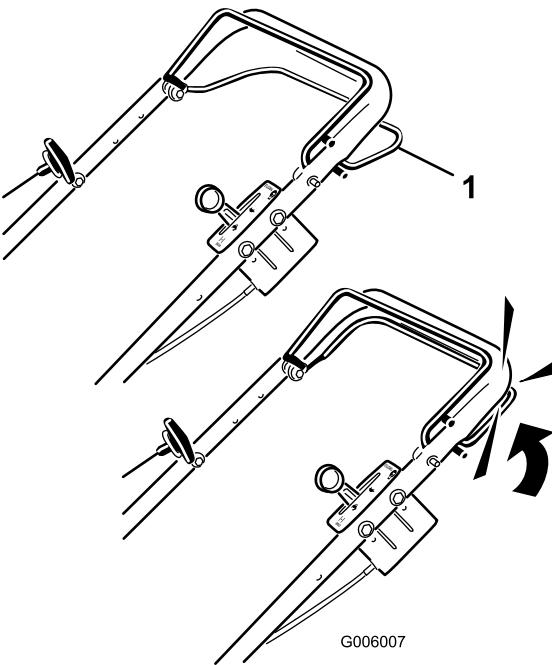

Figura 26
1. Para activar la transmisión autopropulsada, apriete la barra de control de transmisión autopropulsada contra el manillar y manténgala allí (Figura 26).